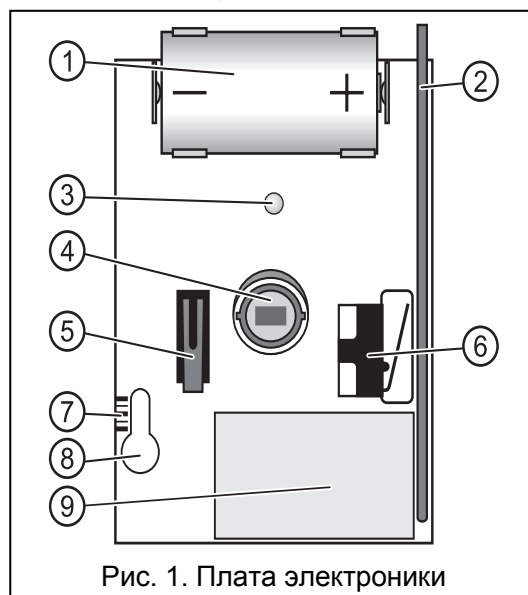

Рис. 1. Плата электроники
8. Закрепите плату электроники. В случае монтажа извещателя на высоте 2,4 м, плату следует установить средней линией шкалы (см. рис. 1) напротив метки, расположенной на корпусе рядом. Такая установка позволяет достичь дальности действия линзы указанной производителем. В случае монтажа извещателя на другой высоте следует отрегулировать положение пирозлемента, перемещая плату вверх (при установке извещателя выше, чем 2,4 м) или вниз (при установке извещателя ниже 2,4 м) относительно среднего положения.